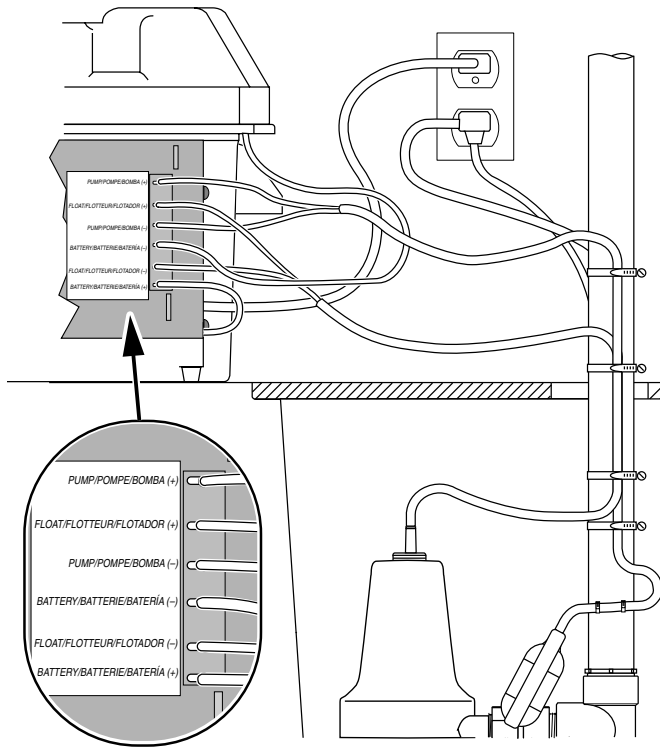

Figura 11 – Conexiones de los cables FG200-A1
1. Conecte el cargador según se ilustra en la Tabla IV y en la Figura 11.